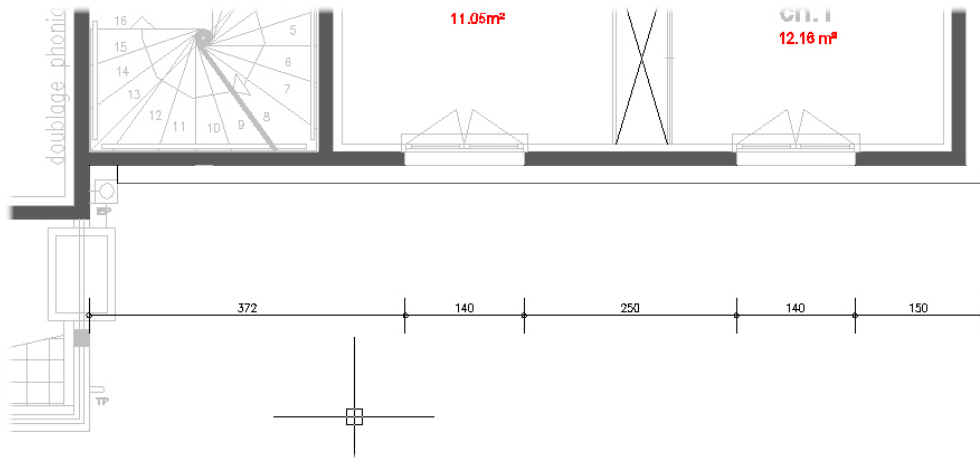

Figure 5.53
- Continuez ainsi la cotation jusqu'à l'extrémité du mur (voir Figure 5.53).